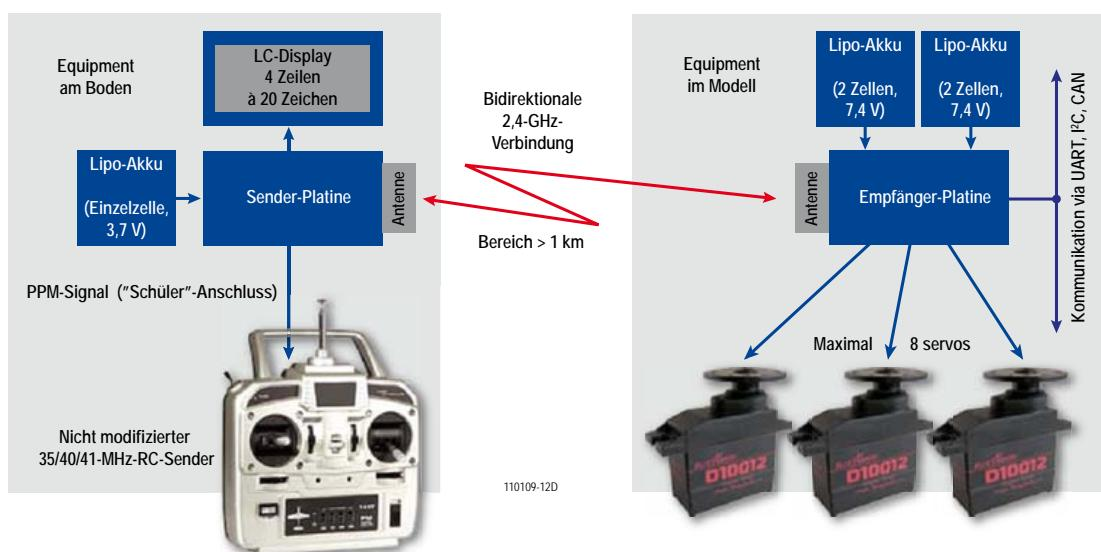

Bild 1. Aufbau des Systems.
**Bild 1** zeigt die Blockschaltung des Systems. Sender für Funkfernsteuerungen haben normalerweise eine Steckverbindung, an dem ein standardisiertes PPM-Signal (Pulse Position Modulation) anliegt, das die Informationen der Kanäle enthält, die durch den Sender übertragen werden. Diese Steckverbindung dient auch häufig zum Training neuer Piloten oder zur Verbindung mit einem PC mit Flugsimulator-Software. In unserem Fall wird das Signal zu einem extra Gehäuse durchgeschleift, in dem sich ein 2,4-GHz-Sender befindet. Außer dem Sender befinden sich auch noch ein Akku und ein LCD im Gehäuse, sodass es sich dabei um ein recht autonomes Subsystem handelt. Durch diese Anordnung kann der Pilot mit seiner gewohnten Fernsteuerung problemlos ältere Modelle im 35/40/41-MHz-Band fliegen und trotzdem schnell und einfach auf 2,4 GHz umschalten.